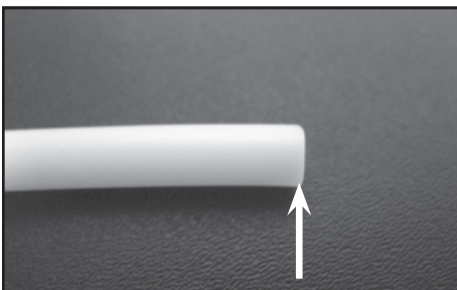
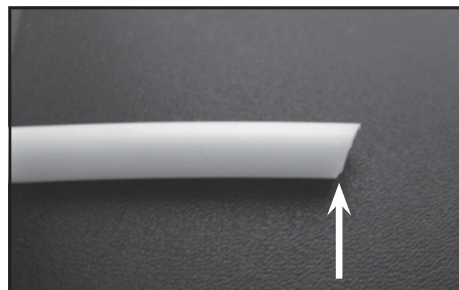
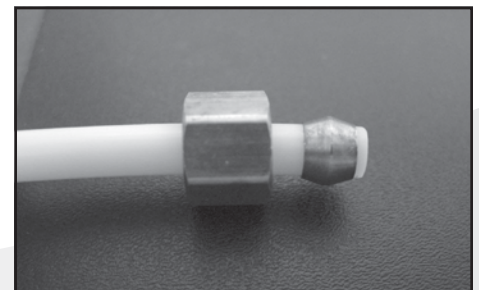

Fig. 1 (Correct)
Fig. 2 (Incorrect)
Fig. 3
7. Le distributeur d'eau est doté d'une conduite d'eau flexible de 8 m avec un D.E de ¼ po. Si vous avez besoin de longueurs supplémentaires de conduite, vous pouvez vous les procurer dans des quincailleries locales. Coupez à la longueur souhaitée pour satisfaire les conditions de l'installation en vous assurant que la coupe des deux extrémités de la conduite d'eau est bien droite. (Voir les Fig. 1 et Fig. 2) Retirez l'écrou et la bague de compression du robinet et installez sur la conduite d'eau. (Voir Fig. 3)